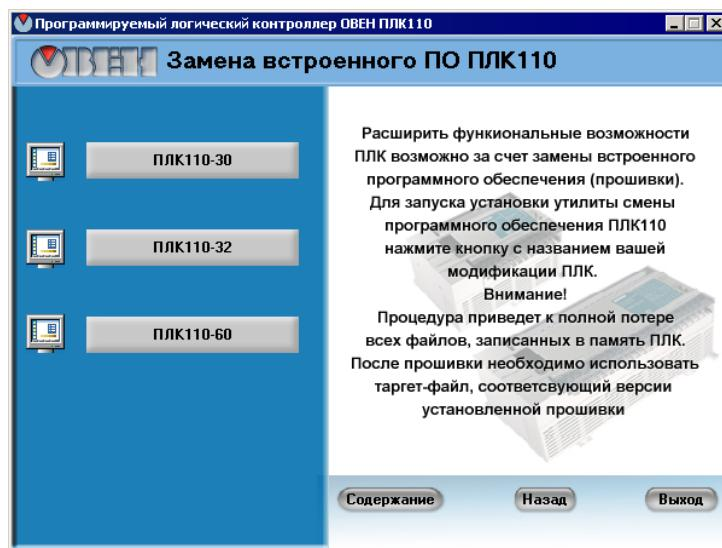

Рисунок 10.7 – Окно программы-навигатора дистрибутивного диска
- 1) В программе-навигаторе дистрибутивного диска нажатием соответствующей кнопки (см. рисунок 10.7) – запустить на выполнение программу установки программы обновления ПО микроконтроллера требуемой модификации ПЛК (или в папке «Patching» дистрибутивного диска выбрать и запустить файл требуемой утилиты «Перепрошивка ПЛК <Версия>.exe»).